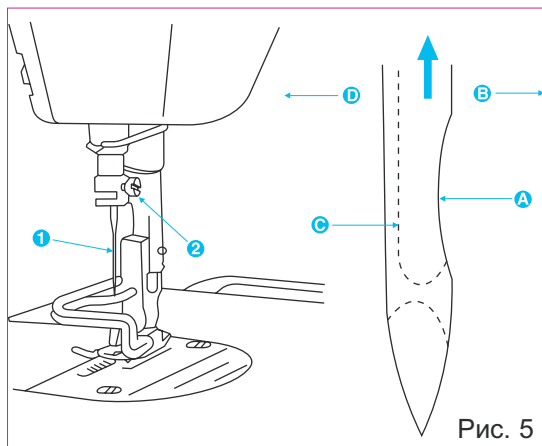

Рис. 5
2. Ослабьте винт (2) рис.5, и возьмите иглу (1) так, чтобы ее малый желобок (A) смотрел точно вправо в направлении (B).
3. Вставьте иглу (1) в игловодитель до упора вверх (в направлении, указанном на рис.5 жирной стрелкой).
4. Аккуратно заверните винт (2).